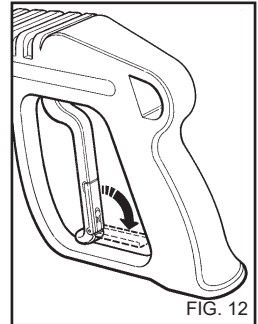

FIG. 12
- Quando l'idropulitrice non viene utilizzata chiudere il dispositivo di sicurezza dell'impugnatura (fig.12).